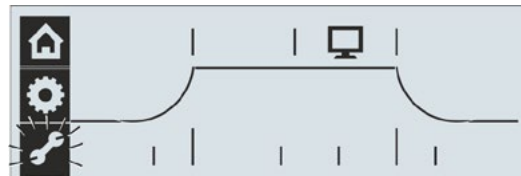

Fig. 3 : Sélection du menu Paramètres
3. Sélectionner le menu « Paramètres » : tourner le Drive Controller jusqu'à ce que le symbole « Paramètres »  clignote (Fig. 3).